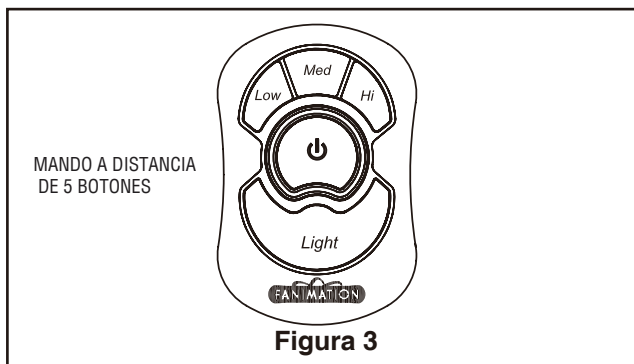

Figura 3
3. El transmisor del mando a distancia de 5 botones incluye 5 botones para controlar las velocidades baja, media y alta del ventilador, así como el encendido y apagado del mismo. Se dispone de niveles de luces infinitos manteniendo pulsado el botón on/off. (Figura 3)